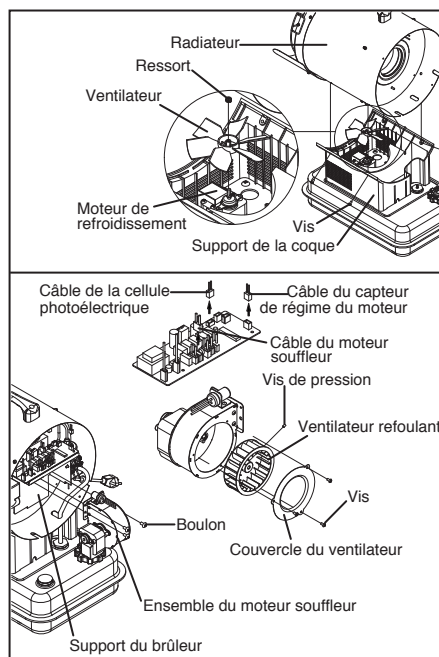

Figure 11. Retrait du ventilateur
- 2) Déconnectez les trois câbles de la carte de circuits imprimés de contrôle (voir la figure 11).